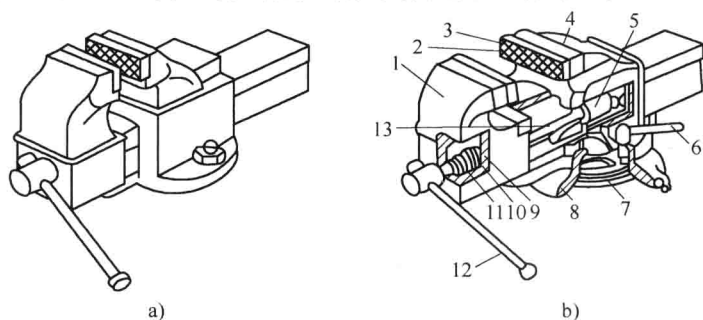

图 1-1 台虎钳
(1) 台虎钳（图 1-1）它是用来装夹工件的常用夹具，有固定式和回转式两种结构类型。图 1-1b 为回转式台虎钳，其构造和工作原理如下。